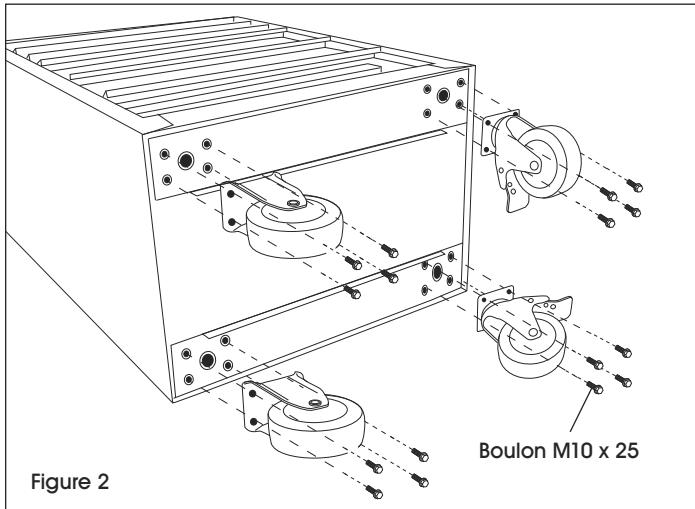

Figure 2
2. Alignez les trous des roulettes sur ceux de l'armoire à outils. (See Figure 2)